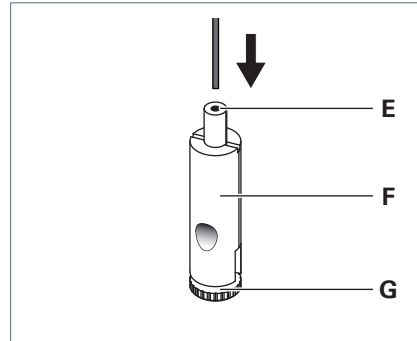

Fig. 8: Drahtseilhalter montieren.
- Führen Sie das Drahtseil durch die Führungsbuchse **E** des Drahtseilhalters **F**, siehe Fig. 8.